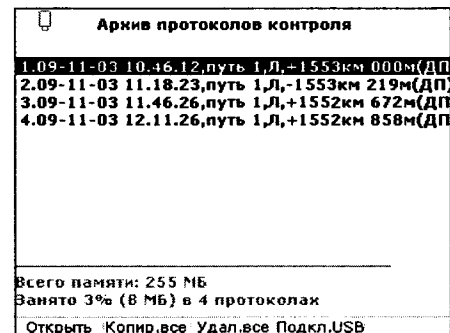

Рисунок 25
- 3) на передней панели дефектоскопа нажать на клавишу **РЕГ** выведете на экран информационный фрагмент, указанный на рис. 25;